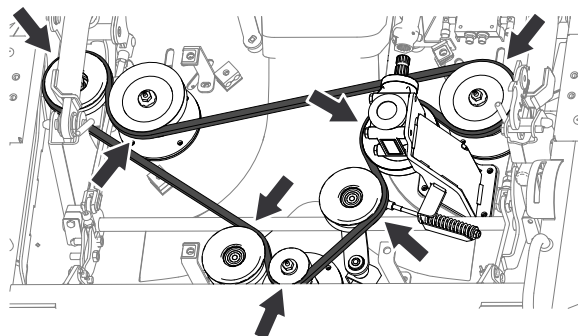

図 134
1. 図 134に示すように、新しいベルトをプーリに取り付ける。